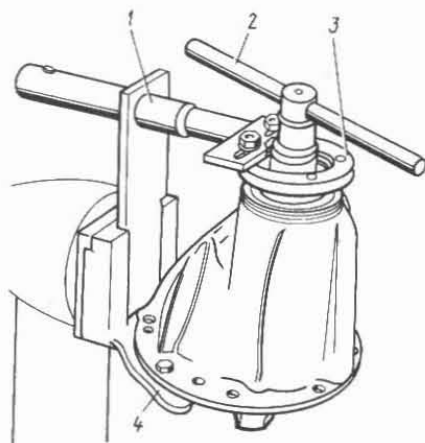

Fig. 3-62. Desenroscado de la tuerca autorretenedora del piñón de ataque:
- gire el cárter del reductor con el gollete hacia arriba (fig. 3-62) y, sosteniendo con el fiador 1 la brida 3 del piñón de ataque, desenrosque con la llave 2 la tuerca de sujeción de la brida;